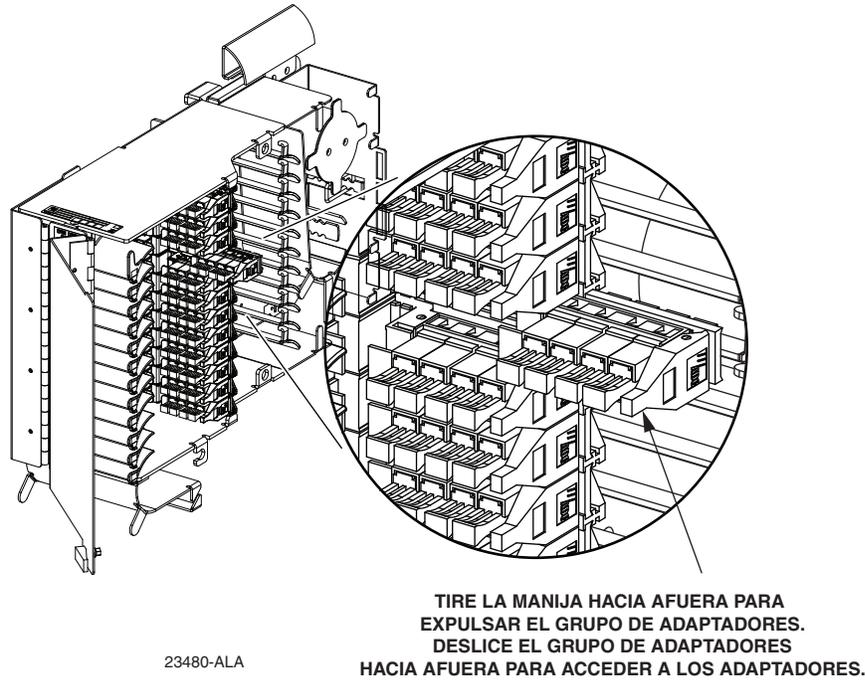

Figura 20. Acceso a los grupos de adaptadores en el BTF
5. Deslice el grupo de adaptadores hacia afuera para proporcionar acceso a la parte posterior de los adaptadores como se muestra en la Figura 20.